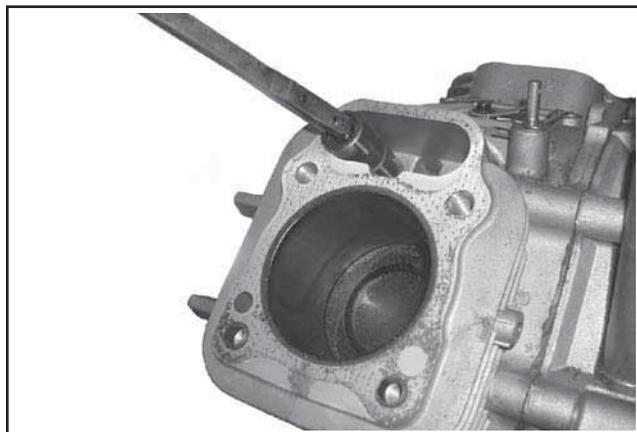

Figure 9-53. Enlèvement des poussoirs hydrauliques.
- Retirer les poussoirs hydrauliques de leurs trous de montage. Utiliser l'outil d'extraction des poussoirs hydrauliques. Ne pas utiliser d'aimant pour retirer les poussoirs. Marquer l'emplacement des poussoirs tels que ceux d'admission ou d'échappement et cylindre 1 ou 2. Les poussoirs doivent toujours être remontés dans la même position. Voir les Figures 9-53 et 9-54.